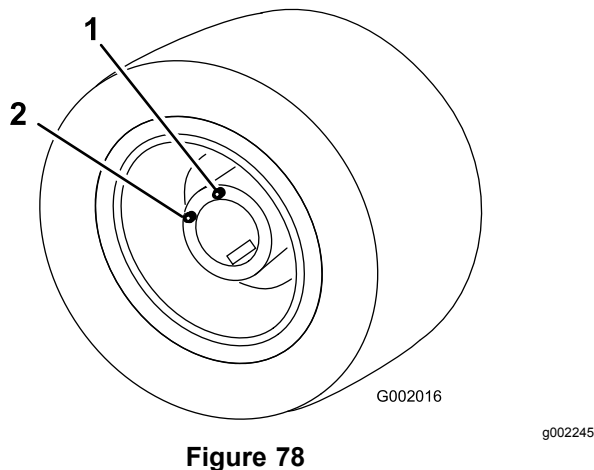

Figure 78
5. Conduisez lentement le véhicule jusqu'à ce que la roue soit positionnée pour le remplissage (Figure 78).